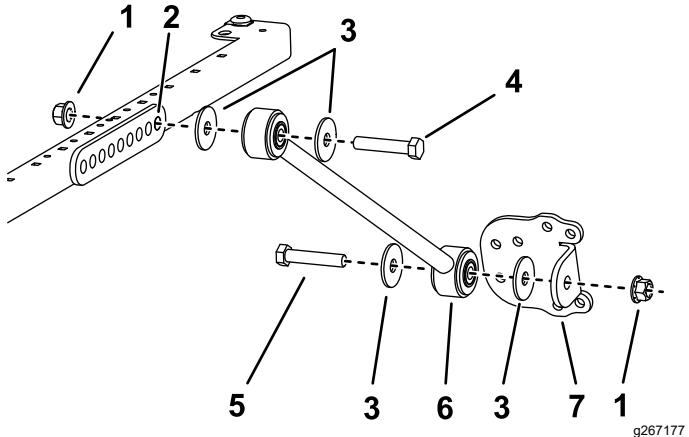

図 33
- プラケットの後ろの穴にブレースを仮止めするボルト $\frac{1}{2} \times 2\frac{1}{2}$ "、ワッシャ $\frac{1}{2}$ "、フランジナット $\frac{1}{2}$ "を使用して図33のように取り付ける。
11. 各ブレースに、ブレースブラケットを仮止めするボルト $\frac{1}{2} \times 2\frac{1}{2}$ "、ワッシャ $\frac{1}{2}$ "、フランジナット $\frac{1}{2}$ "を使用し、図33のように取り付ける。